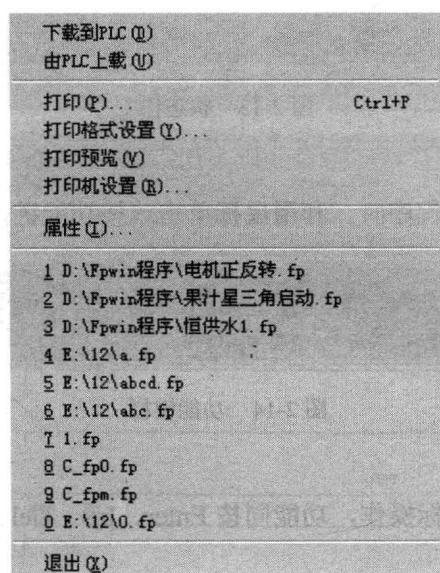

图 2-8 文件菜单
退出 FPWIN GR 时，单击菜单栏中的“文件 (F)”命令，再从弹出的菜单中选择“退出 (X)”命令，如图 2-8 所示。